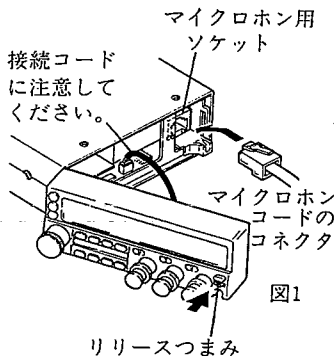

図1
1. 前面パネルのリリースつまみを右にスライドさせると、パネルと本体を止めていたロックがはずれます。右側からパネルを手前に引くと、パネル全体がはずれます。(図1)
5. 接続コードを挟まないように注意して、ロックが完全にかかるまでパネルと本体をはめ合わせます。図1の矢印付近を押すと入りやすくなります。